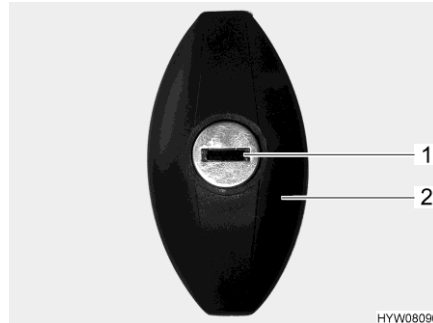

Fig. 20 Cerradura de la trampilla
- Introducir la llave en el cilindro de cierre (Fig. 20,1) y girarla media vuelta en sentido contrario a las agujas del reloj. El asidero de la cerradura (Fig. 20,2) se abre de golpe.